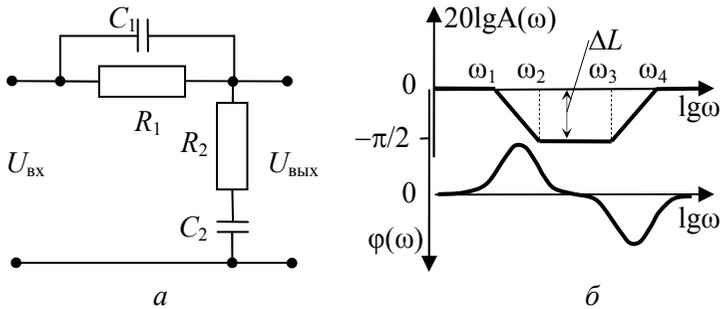

Рис. 6.5.3. Пассивное интегро-дифференцирующее звено
В третьем методе демпфирования применяется пассивное интегро-дифференцирующее звено, реализация которого на  $RC$ -элементах приведена на рис. 6.5.3, а.
Логарифмические характеристики, приведенные на рис. 6.5.3, б, показывают ослабление средних частот, а вносимый фазовый сдвиг вначале отрицательный, а затем положительный. В соответствии с этим параметры  $RC$ -цепочки выбираются таким образом, чтобы частота среза исходной системы была бы
10. Рассчитать передаточную функцию пассивного интегро-дифференцирующего звена (рис. 6.5.3, *a*) и получить выражения для сопрягающих частот  $\omega_1$ ,  $\omega_2$ ,  $\omega_3$  и  $\omega_4$  через параметры элементов *RC*-цепочки.